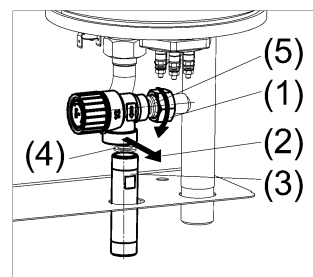

Рисунок 11. Замена предохранительного клапана
- (1) Открутите накидную гайку соединяющую напорный трубопровод и клапан (см. рис. 11).
- (2) Извлеките клапан из корпуса прибора.
- (3) Выкрутите сгон из выходного канала клапана.
- (4) Вкрутите сгон в новый клапан, используя уплотнительный материал.
- (5) Установите новый клапан в корпус прибора, при этом используйте новую уплотнительную прокладку.
- (6) Проверьте герметичность соединений и давление срабатывания клапана.